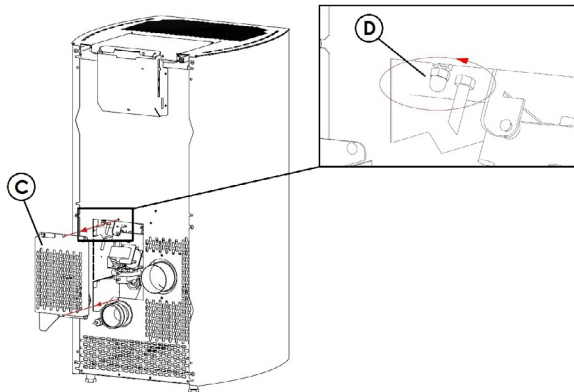

Fig. 47 - Abnehmen der Inspektionsabdeckung
- Inspektionsabdeckung "C" auf der Rückseite des Ofens abbauen (siehe Fig. 47 auf S. 28).